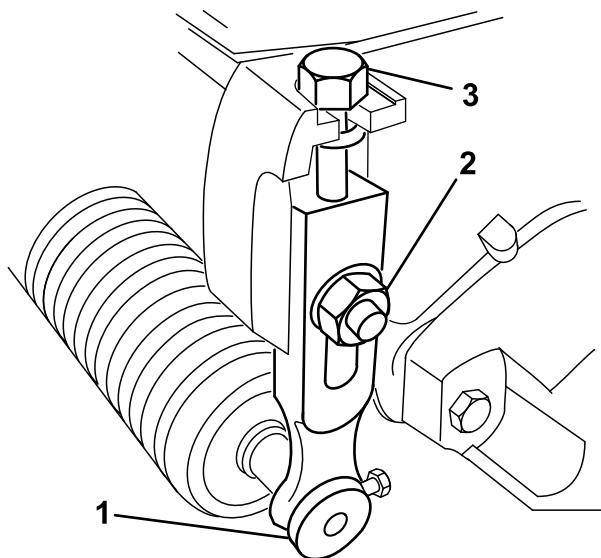

Figura 17
1. Allentate i dadi di bloccaggio che fissano i bracci dell'altezza di taglio alle piastre laterali dell'apparato di taglio (Figura 17).